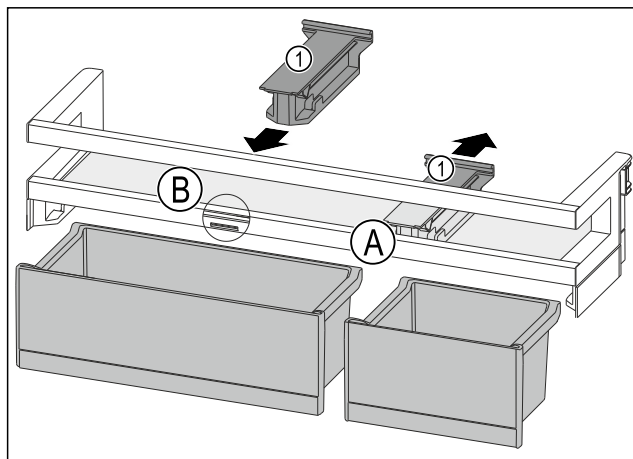

Fig. 115
- Halteteil Fig. 115 (1) in Position Fig. 115 (A) nach hinten abziehen.
- Halteteil Fig. 115 (1) in Position Fig. 115 (B) einsetzen.